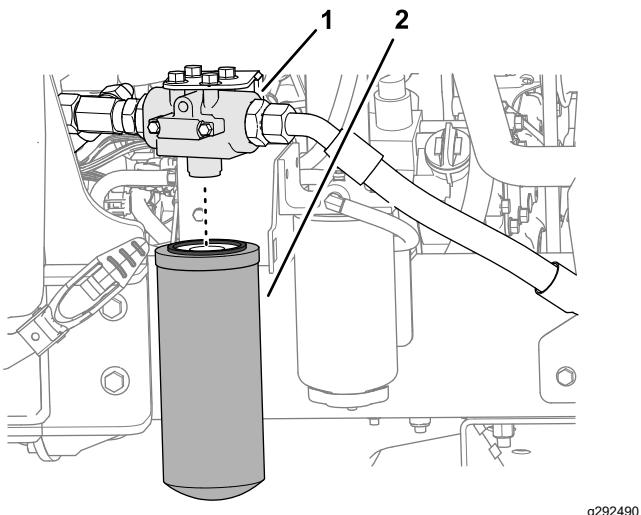

Bild 71
- Reinigen Sie auf der linken Seite der Maschine den Bereich um den Filterkopf und stellen Sie eine Auffangwanne unter den Filter (Bild 71).
- Entfernen Sie den Rücklauffilter (Bild 71).
- Montieren Sie den Filter am Filterkopf und ziehen Sie den Filter von Hand fest, bis die Dichtung die Montagefläche berührt, und drehen Sie ihn dann um eine weitere 1/2-Umdrehung weiter (Bild 71).